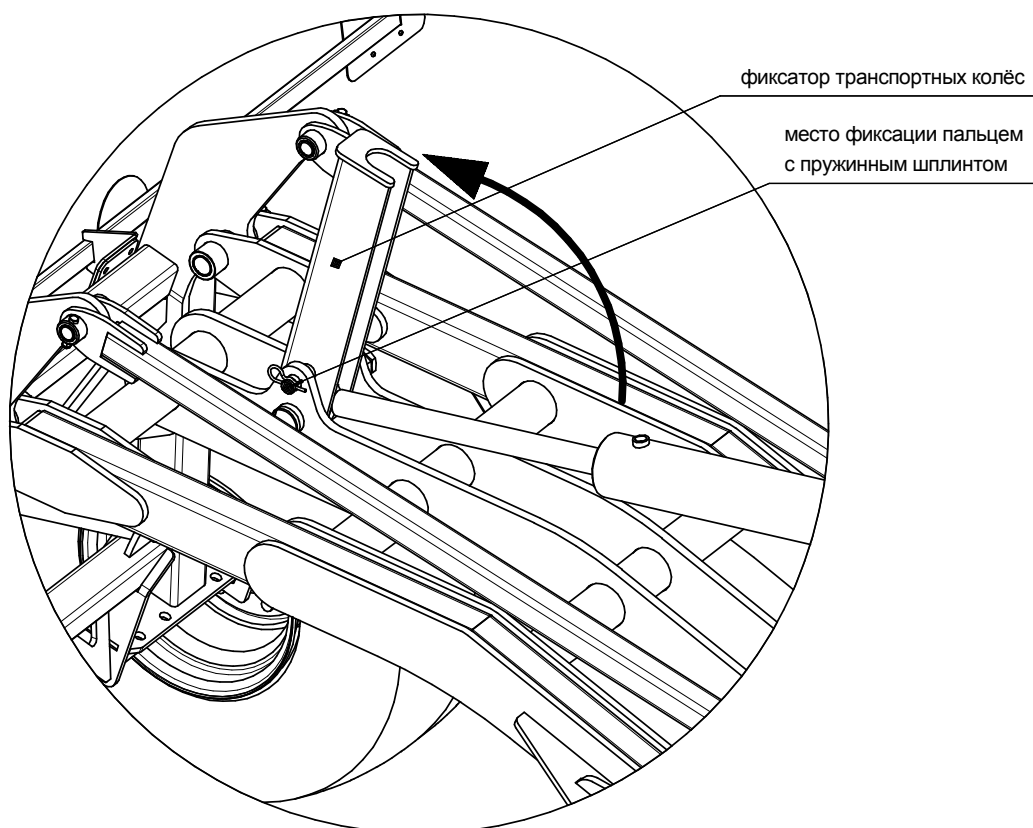

Рис.1.2.1-Фиксатор транспортных колёс. Дисковая почвообрабатывающая машина ДГМ-7500 "Универсал" / "Универсал Т"
1. Откройте гидравлические краны транспортных колёс, расположенные на раме агрегата и откиньте фиксатор транспортных колёс, после чего зафиксируйте его пальцем с пружинным шплинтом (рис.1.2.1).